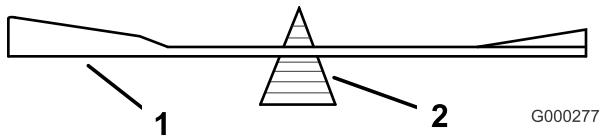

Figure 62
2. Vérifiez l'équilibre de la lame en la plaçant sur un équilibrEUR (Figure 62). Si la lame reste horizontale, elle est équilibrée et peut être utilisée. Si la lame est déséquilibrée, limez un peu l'extrémité de la
partie incurvée seulement (Figure 62). Répétez la procédure jusqu'à ce que la lame soit équilibrée.